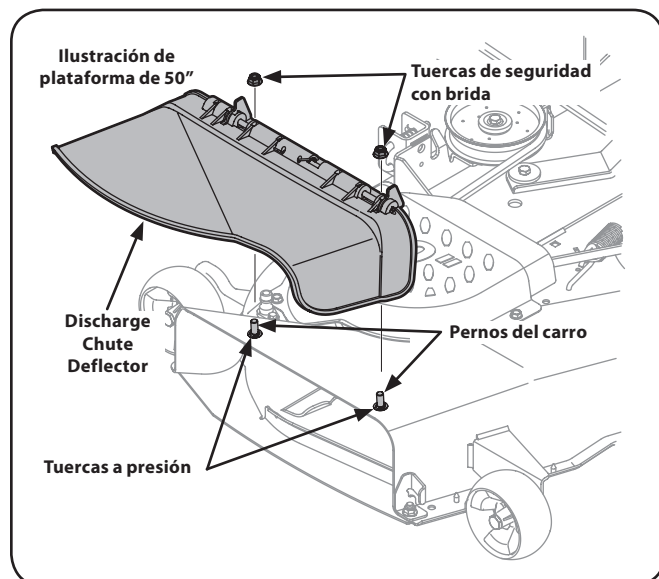

Figura 3-6
3. Instale el deflector del canal de descarga usando los pernos del carro, las tuercas a presión y las tuercas de seguridad con brida, como se indica en la Figura 3-6 y sujete bien los elementos de ferretería.